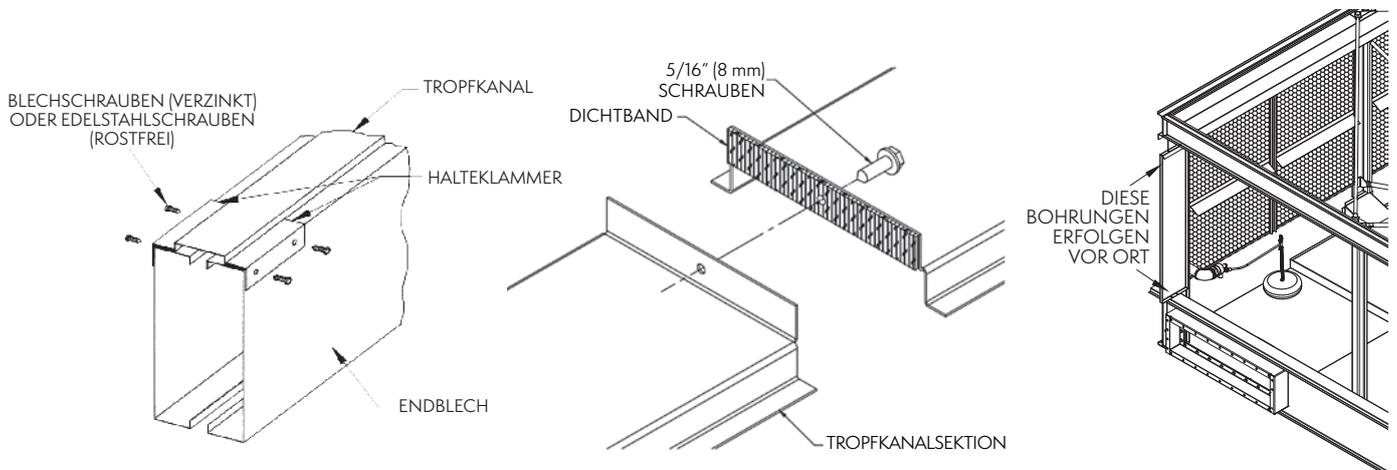

Abb. 3a – Montage von Tropfkanaal und senkrechtem Spritzschutzblech
10. Setzen Sie das senkrechte Spritzschutzblech in den Winkel zwischen den senkrechten Halterungen. Bei verzinkten Aggregaten wird der senkrechte Spritzschutz mithilfe von 5/16" (8 mm) selbstschneidenden Schrauben befestigt. Bei Edelstahlaggregaten werden hierfür 5/16" (8 mm) Schrauben und Muttern aus rostfreiem Stahl verwendet (siehe Abb. 3a).
11. Sobald der untere Teil des senkrechten Spritzschutzbleches am Tropfkanal befestigt ist, können Sie den oberen Verschlusskanal in die obere Flansche der Bodensektion setzen (wie in Abb. 3a dargestellt). Die Befestigung am senkrechten Spritzschutzblech erfolgt mithilfe von 5/16" (8 mm) Schrauben (bei verzinkten Aggregaten) oder Edelstahlmutter und -schrauben (bei Edelstahlaggregaten).